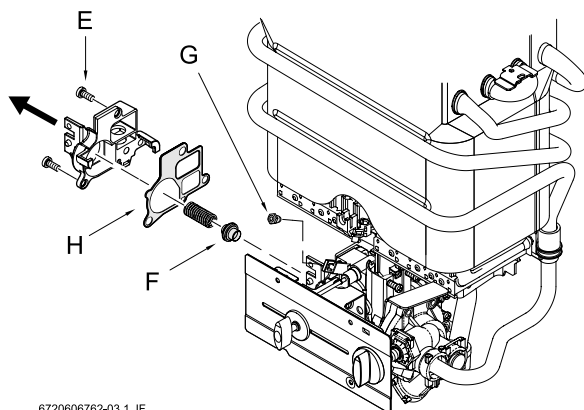

Bild 2
- Die Schrauben vom Gasarmaturdeckel entfernen (Bild 2, pos. E).
- Den Ventilteller (Bild 2, pos. F) und wenn nötig den Dichtring ersetzen (Bild 2, pos. H).
- Die Zünddüse ersetzen (Bild 2, pos. G).